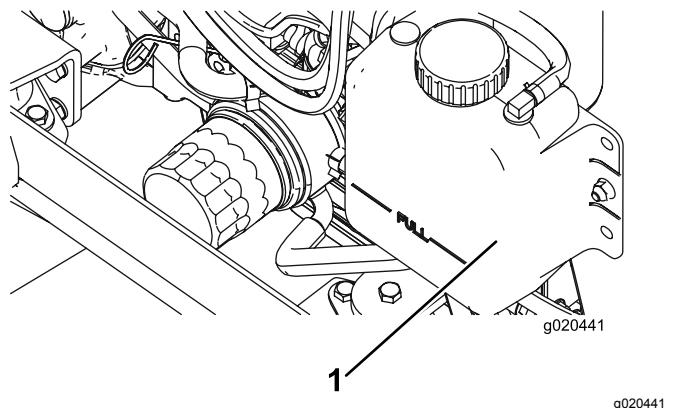

Bild 96
1. Nehmen Sie den Küblerdeckel und den Deckel des Ausdehnungsgefäßes vorsichtig ab (Bild 96).